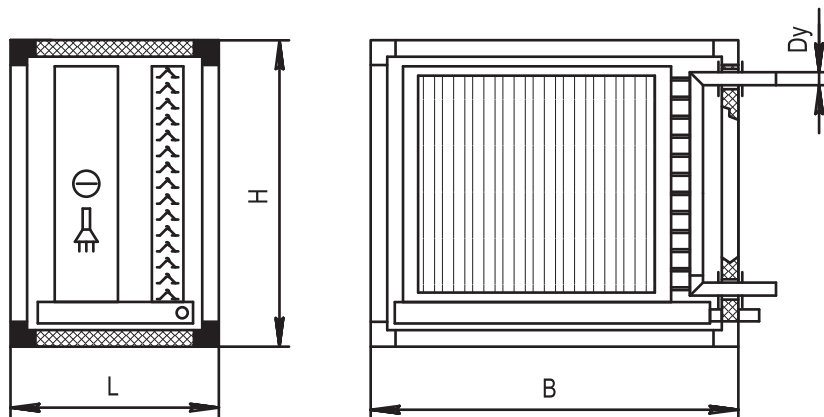

Рис. 121. Габаритные размеры блока воздухоохладителя фреонового
Блок воздухоохладителя фреонового конструктивно выполнен аналогично блоку воздухоохладителя водяного. Габаритные размеры и масса блока воздухоохладителя приведены в табл.51 и на рис.121.
* Ду (см.рис.121) определяется в зависимости от характеристик воздухоохладителя (количество рядов, ходов). Приводится в результатах подбора.